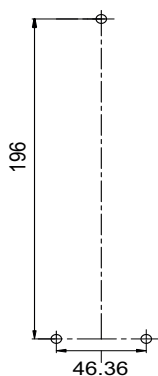

Fig 1
1. Fixer l'AXIS T8123-E/T8124-E à l'aide de trois vis. Voir Fig 1 (les trous de vis sont numérotés 1, 2 et 3).